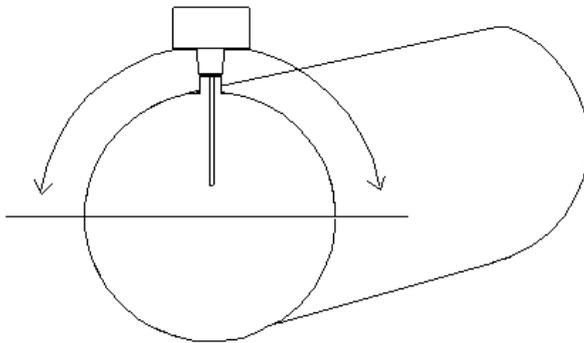

Abbildung 2a. Runde Rohrleitung
2. In Leitungen mit rundem Querschnitt kann das Gerät in einer beliebigen Position oberhalb der horizontalen Achse installiert werden (oberer Halbkreis). Siehe Abbildung 2a